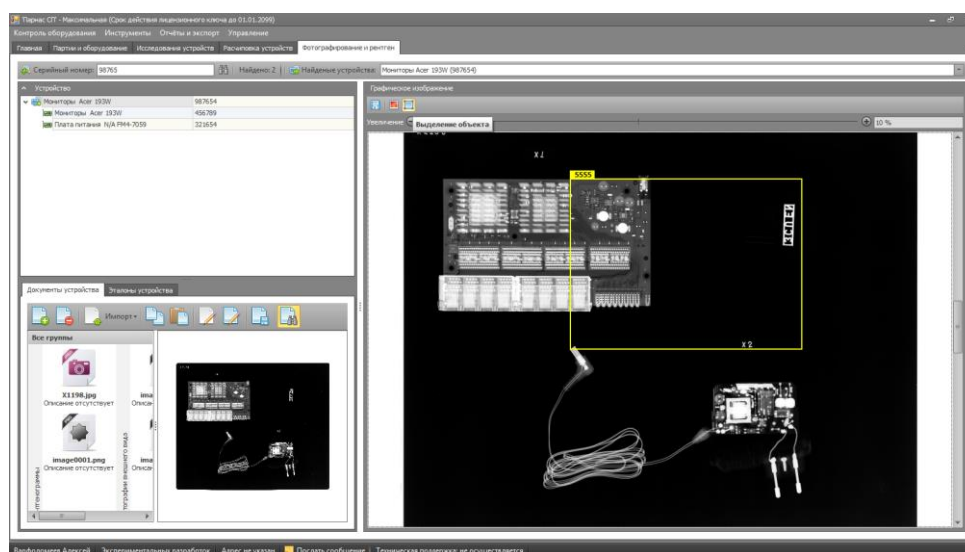

Рисунок 87
- Дважды щелкните указателем мыши по документу во вкладке – **Документы устройства**. Изображение откроется в блоке – **Графическое изображение (Рис. 87)**